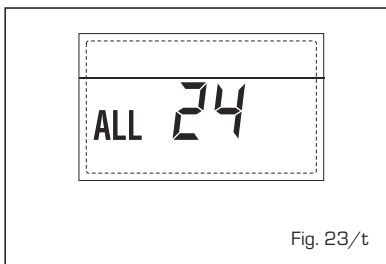

Fig. 23/t
**- ANOMALÍA AVERÍA SONDA CALENTADOR SOLAR S2 "ALL 25" (fig. 23/u)**